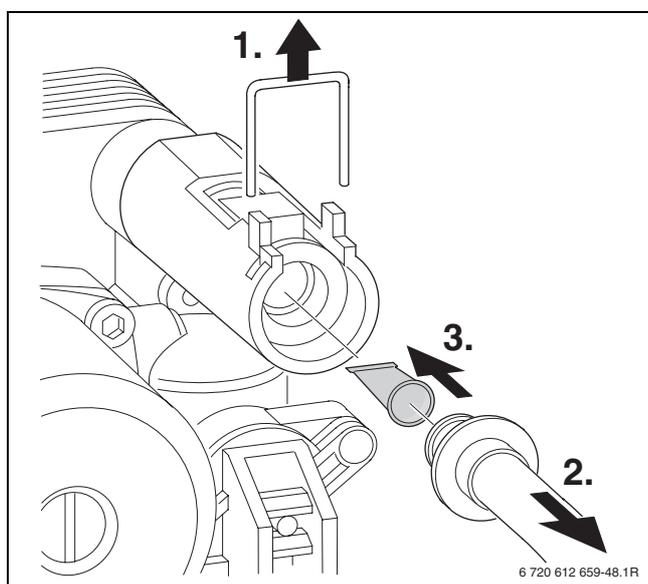

Fig. 44
- ▶ verificare la presenza di eventuali impurità sul filtro d'ingresso (→ fig. 44);